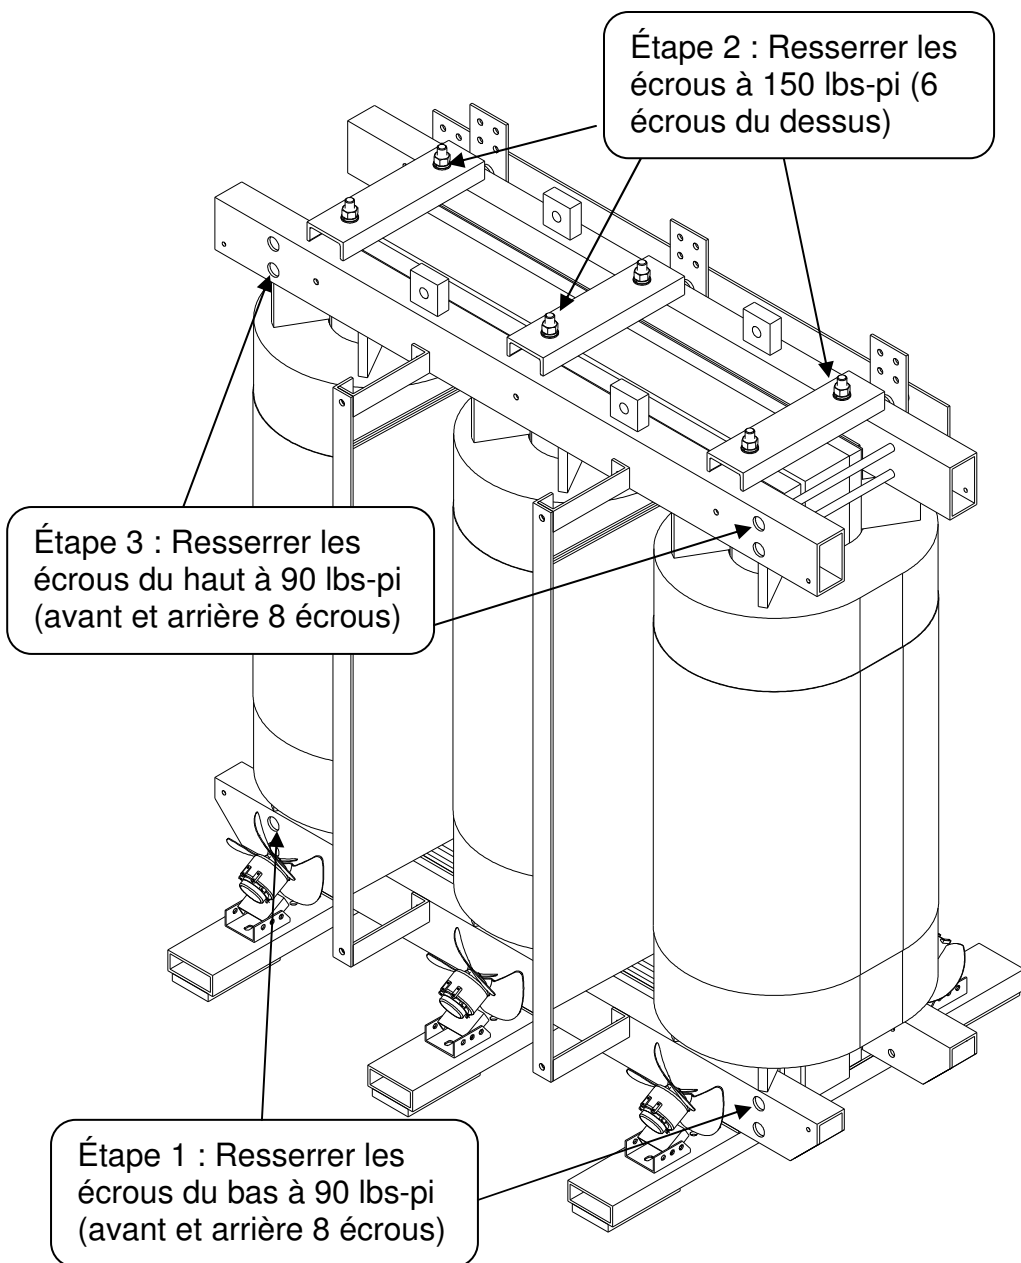
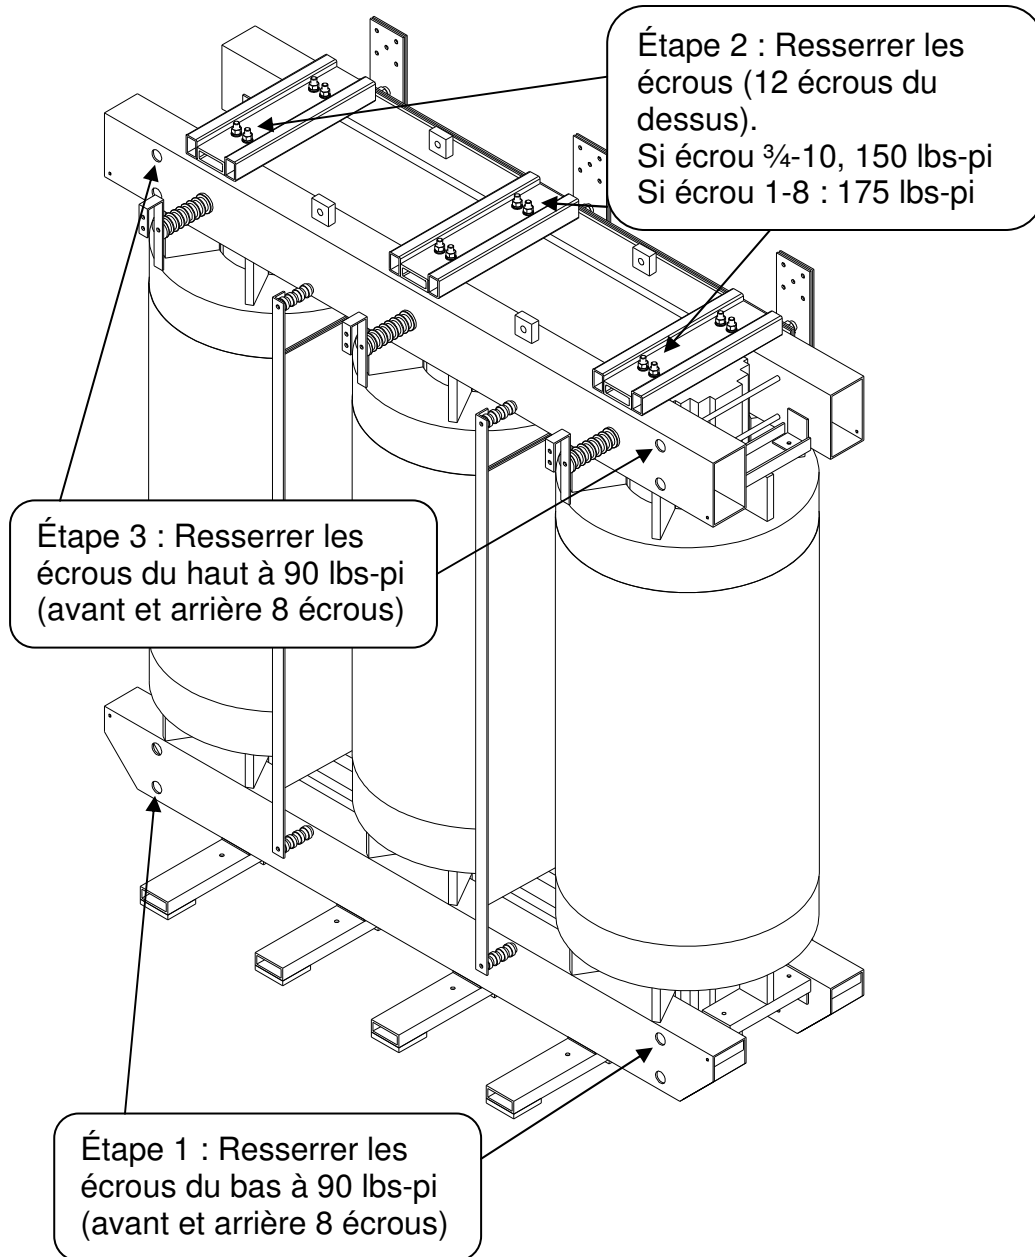

Figure 1
Figure 2
2.2.3. Après la manipulation, nous recommandons de resserrer tous les boulons tels que les dessins ci-dessous. Pour un transformateur avec 3 pieds, prendre le dessin de la figure 1. Pour un transformateur avec 4 pieds, prendre le dessin de la figure 2. Il arrive que certains boulons se desserrent lors du transport entre l'usine et le chantier.